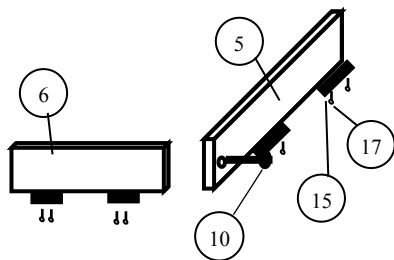
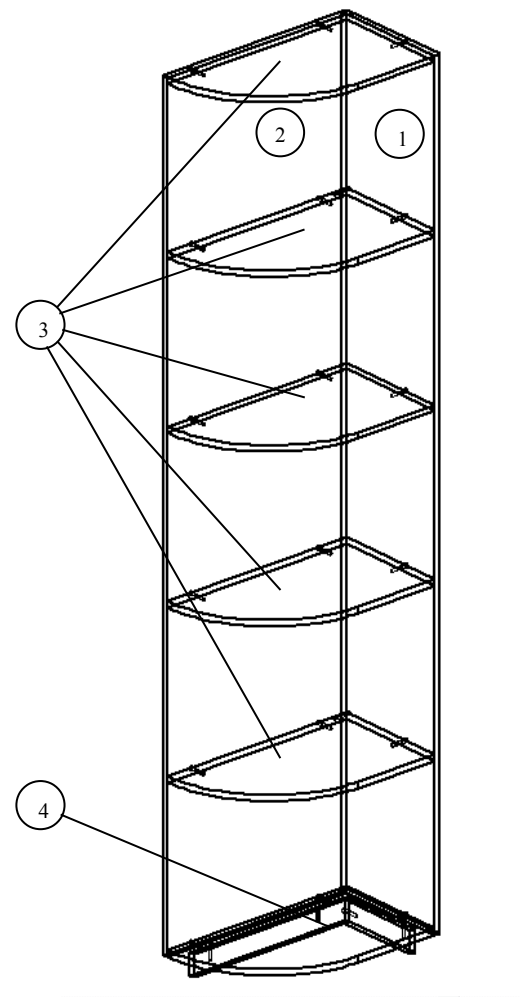

Рис.1 Схема сборки цокольного короба
Рис.3 Схема сборки терминала
1. Сборка цокольного короба (рис.1): прикрепить к цоколям (5,6) подпятники (15) саморезами 3x20 (17) на расстоянии 20мм от края к закругленным длинным торцам деталей; скрепить цоколя при помощи винта-конфирмата (10).
2. Прикрепить цокольный короб к полке нижней (4) при помощи винта-конфирмата (10), установить заглушки винта-конфирмата (11).
3. Прикрепить стенку заднюю (1) к стенке боковой (2) при помощи винта-конфирмата (10) (рис.3).
4. Установить полки (3) и полку нижнюю (4) при помощи винта-конфирмата (10) (рис.3).